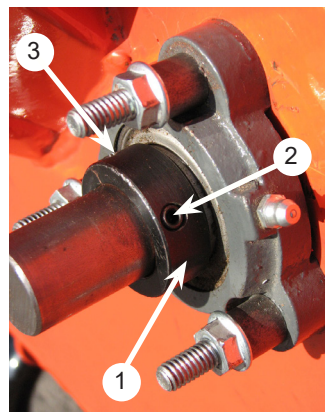

Figure 5.6, Roulement de rotor
- Utilisez un poinçon et un marteau dans le trou de poinçon (3), pour taper doucement sur les bagues de verrouillage dans le sens inverse de la rotation normale (Figure 5.6).